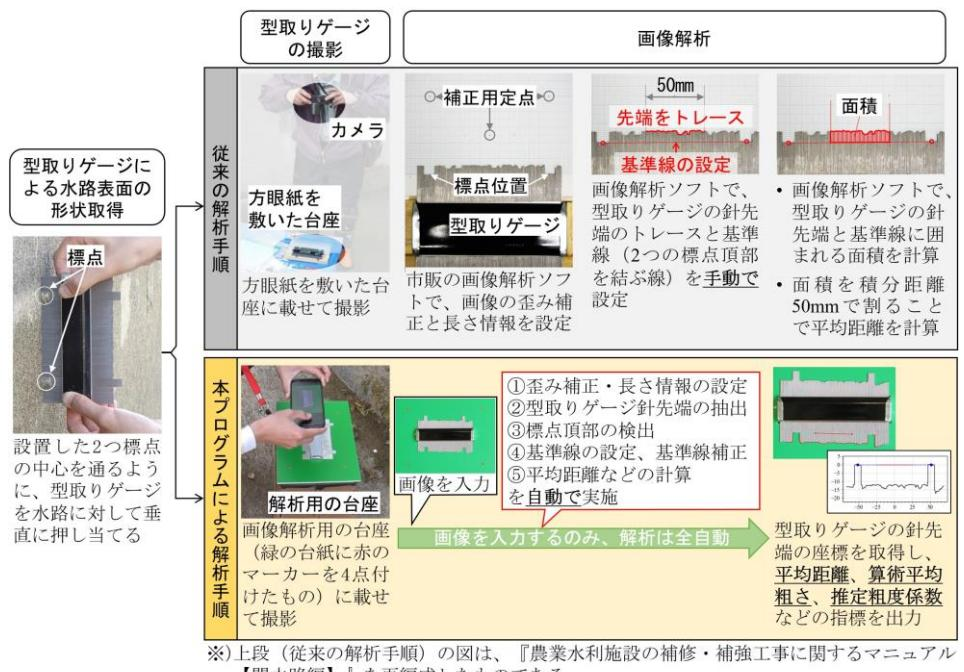

図2 型取りゲージを用いた摩耗測定手法の手順
- 本手法では、①標点の中心を通るように型取りゲージを水路に押し当て、②水路の表面形状を写し取った型取りゲージを撮影し、③その画像を解析することで基準線から水路表面までの平均距離を求めます(図2)。